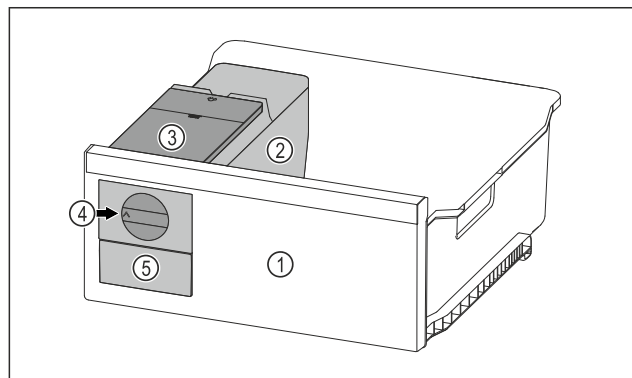

Fig. 128 Beispielhafte Darstellung
- ▶ Drehknopf Fig. 128 (4) im Uhrzeigersinn bis zum Anschlag drehen.
- ▶ Eiswürfel fallen aus der Eiswürfelschale in das Eiswürfelschubfach Fig. 128 (5).